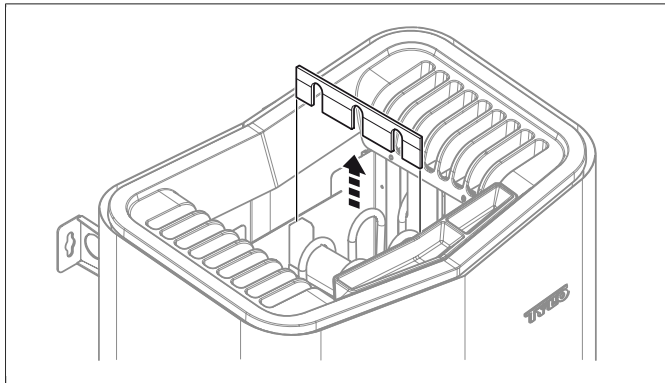
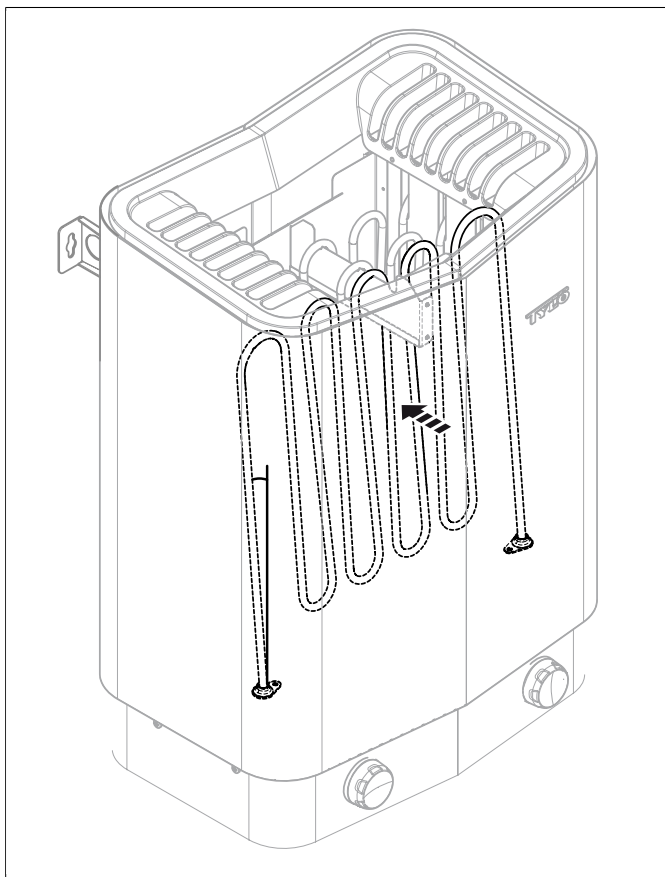

Fig 6: Lyft bort plåten som håller rörelementen på plats
Fig 7: Vinkla rörelementen
1. Tag bort all sten ur magasinet. För att förenkla borttagning av sten, drag loss plåten som håller rörelementen på plats (se **Fig 6**, sidan 4). Rörelementen går då att vinkla så att man kan få upp stenen lättare se **Fig 7**, sidan 4.